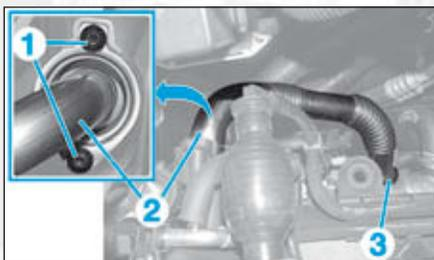

FIG.47
- les vis (1) (Fig.47),
- le collier (3) à l'aide d'une pince adaptée,
- le tube d'alimentation EGR (2).